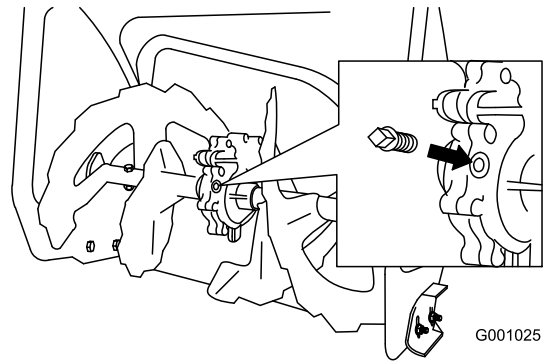

Figure 41
2. Nettoyez la surface autour du bouchon de tuyau (Figure 41).